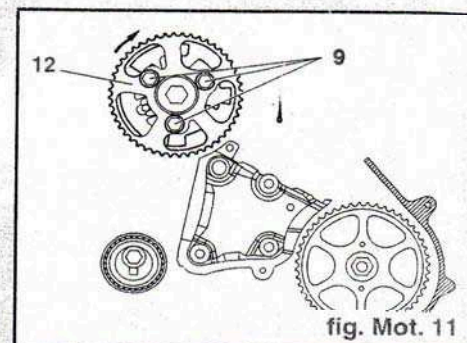
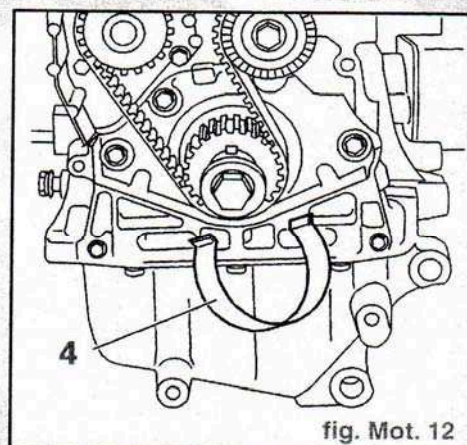

fig. Mot. 11
fig. Mot. 12
- Resserrer les vis (9) (à la main) (fig. Mot. 11).
- Tourner le pignon (12) dans le sens horaire pour le placer à fond de boutonnière.
- Maintenir la courroie avec l'outil (4) (-) 0188K (fig. Mot. 12).